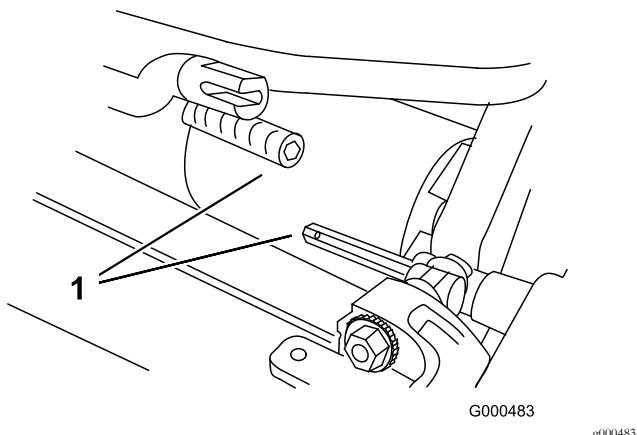

Figura 9
3. Spingete l'apparato di taglio sotto la trattice e a sinistra per innestare il giunto di trasmissione (Figura 9).